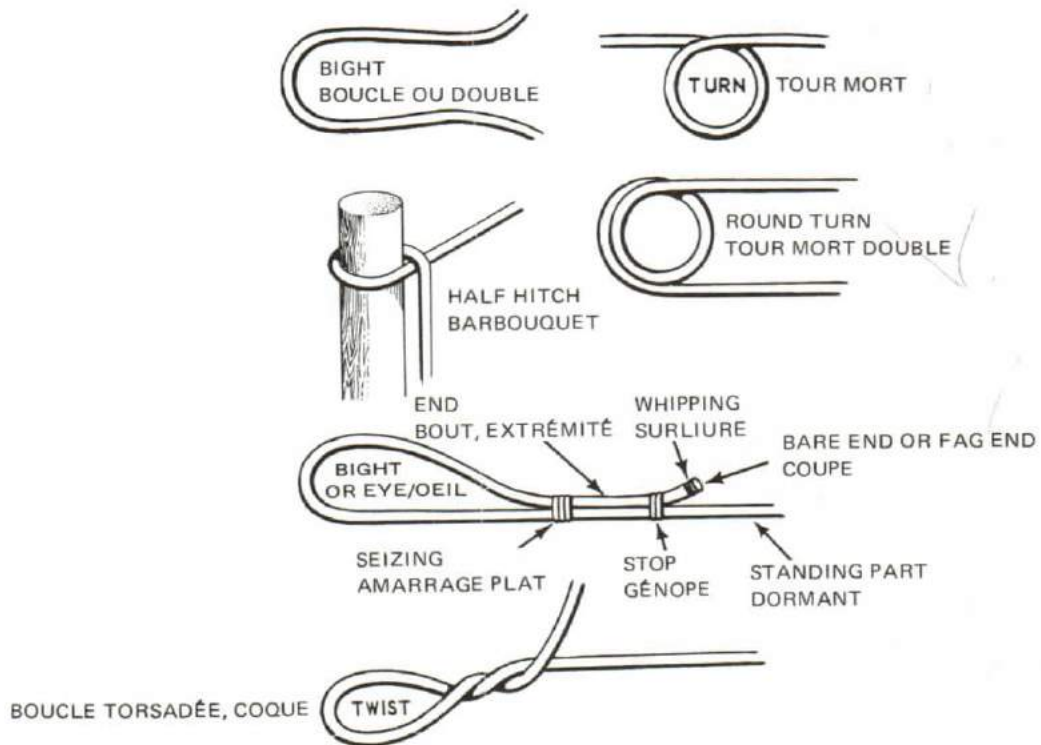

Figure 10-20
2. To make it easier to understand directions for working with ropes some of the terms used in describing the parts of a rope and simple components of knots, bends, and hitches are shown in Figure 10-20.
2. Pour vous permettre de bien comprendre les directives ayant trait au maniement des cordages, la figure 10-20 énumère quelques-unes des expressions qu'on emploie pour décrire les parties d'un cordage ainsi que les éléments de base des noeuds, ajuts et clés.